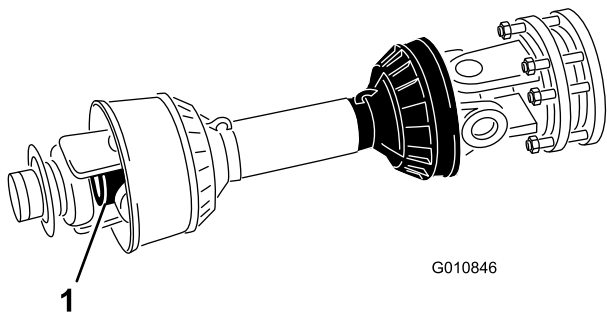

Figure 14
9. Faites coulisser les tubes d'arbre de PDF l'un dans l'autre au maximum. Vérifiez que le tube **intérieur** ne dépasse pas dans la partie joint universel du tube extérieur (Figure 14). Si cela se produit, **coupez un peu plus** du tube intérieur pour y remédier.